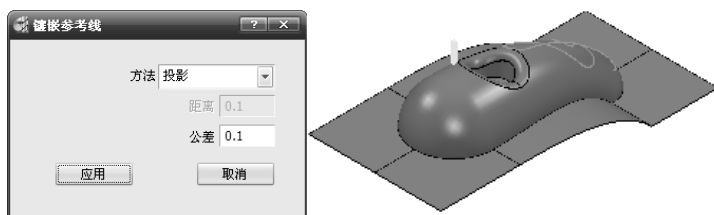

图 2-119 转换成镶嵌参考线
8) 在“PowerMILL 资源管理器”中右击“参考线”选项，在弹出的快捷菜单中选择“产生参考线”命令，系统即产生一条空的参考线 1。选中所创建的参考线“1”，单击鼠标右键，在弹出的快捷菜单中选择“插入”→“文件”命令，选择“yihu.dkg”（“随书光盘：\第 2 章\2.1\exercise15\uncompleted\yihu.dkg”）文件。然后选择所创建的参考线“1”，单击鼠标右键在弹出的快捷菜单中选择“编辑”→“镶嵌”命令，弹出“镶嵌参考线”对话框。单击“应用”按钮，完成参考线镶嵌，如图 2-119 所示。